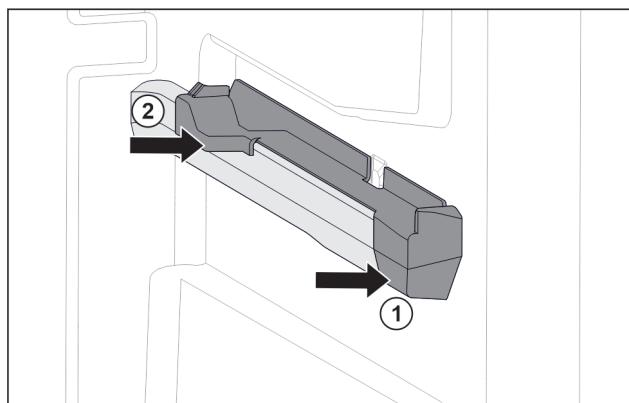

Fig. 32 Pealepisteosa paremal anumaribil
- ▶ Pange pealepisteosa ees anumaribil kohale. Fig. 32 (1)
- ▶ Vajutage pealepisteosa taga vastu. Fig. 32 (2)